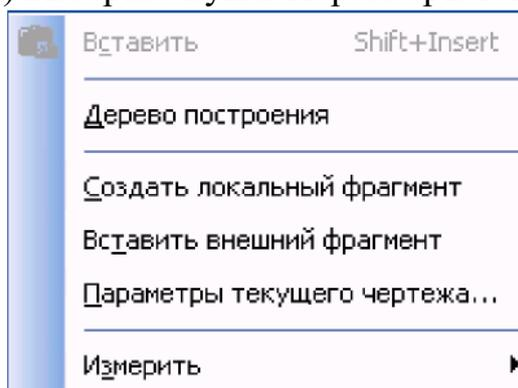

Рисунок 1.12. - Диалоговое окно Параметры
- 1) на рабочем поле чертежа щелкните правой кнопкой мыши и из появившегося меню (рис. 1.12) выберите пункт Параметры текущего чертежа;